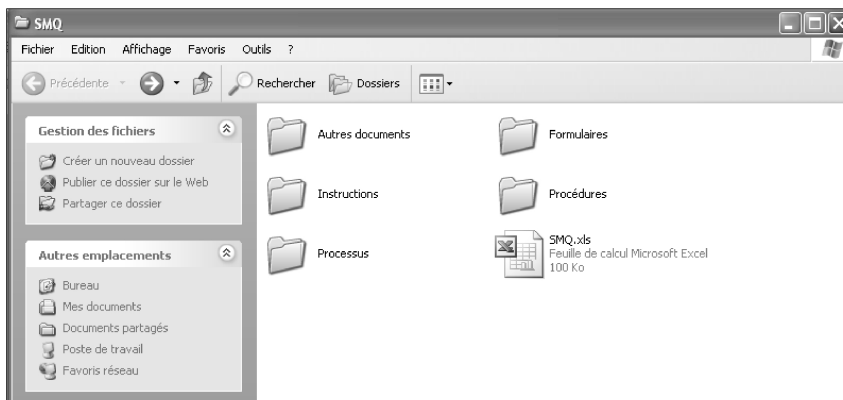

Figure 2.1 Création au sein du répertoire SMQ des dossiers correspondant aux différents types de documents utilisés
- « Autres » : ce dossier regroupe les documents tels que le manuel qualité, la politique qualité, l'organigramme, etc. (Figure 2.1).